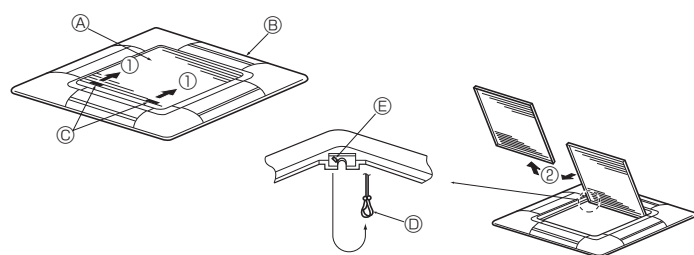
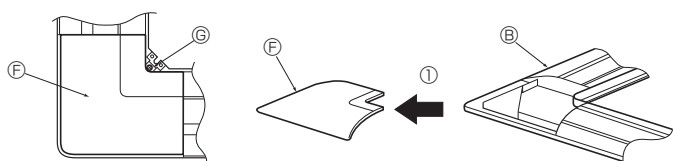

Fig. 8-3
Fig. 8-4
8.2.1. Retrait de la grille d'admission (Fig. 8-3)
- Pour ouvrir la grille d'admission, faire glisser les leviers dans le sens indiqué par la flèche ①.
- Lorsque la grille se trouve en position "ouverte", retirer la charnière de la grille d'admission comme indiqué par la flèche ②.
8.2.2. Retrait du panneau en coin (Fig. 8-4)
- Retirer la vis du coin du panneau en coin. Faire glisser le panneau comme indiqué par la flèche ① pour le déposer.